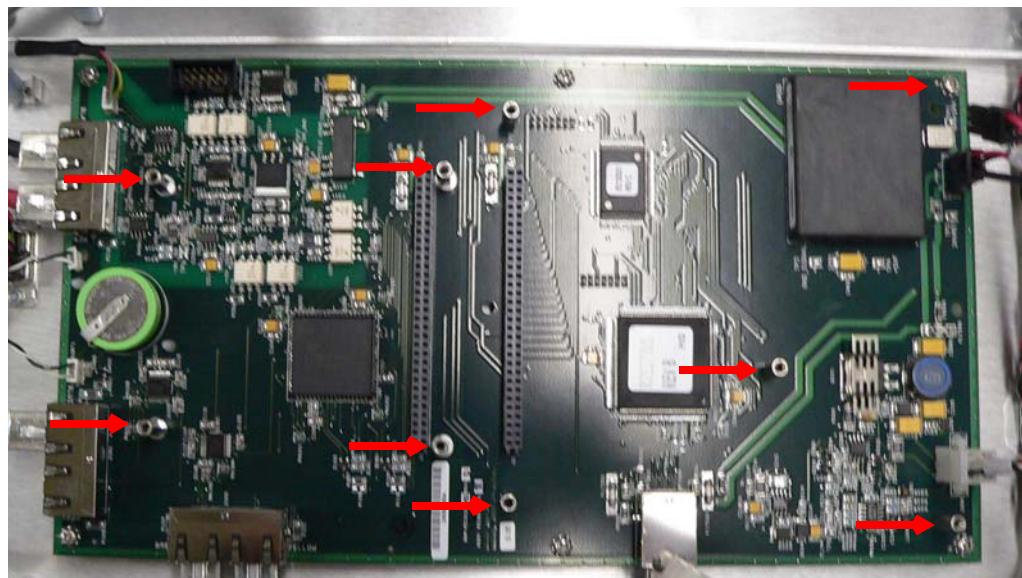

图 B-35 主板垫片
6. 拆下分隔小型电路板与主板的九 (9) 组垫片硬件 (图 B-35)。
11. 重新安装分隔小型电路板与主板的就 (9) 组垫片硬件 (第 B-25 “页图 B-35)。